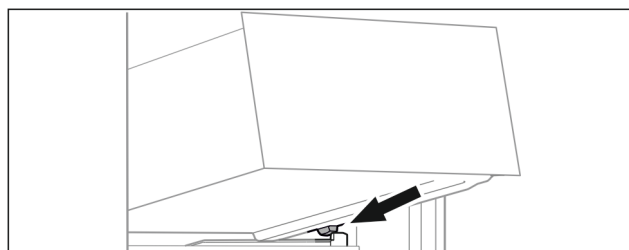

Fig. 55
- Sett skuffen på skrå bak stopperne på beholderribben. (se Fig. 55)